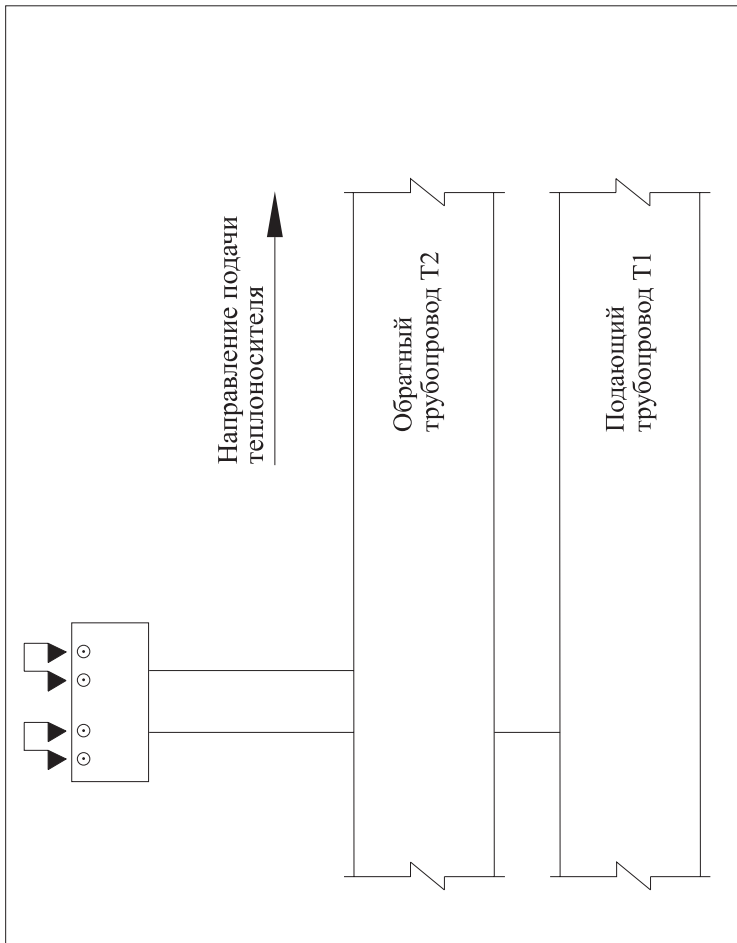
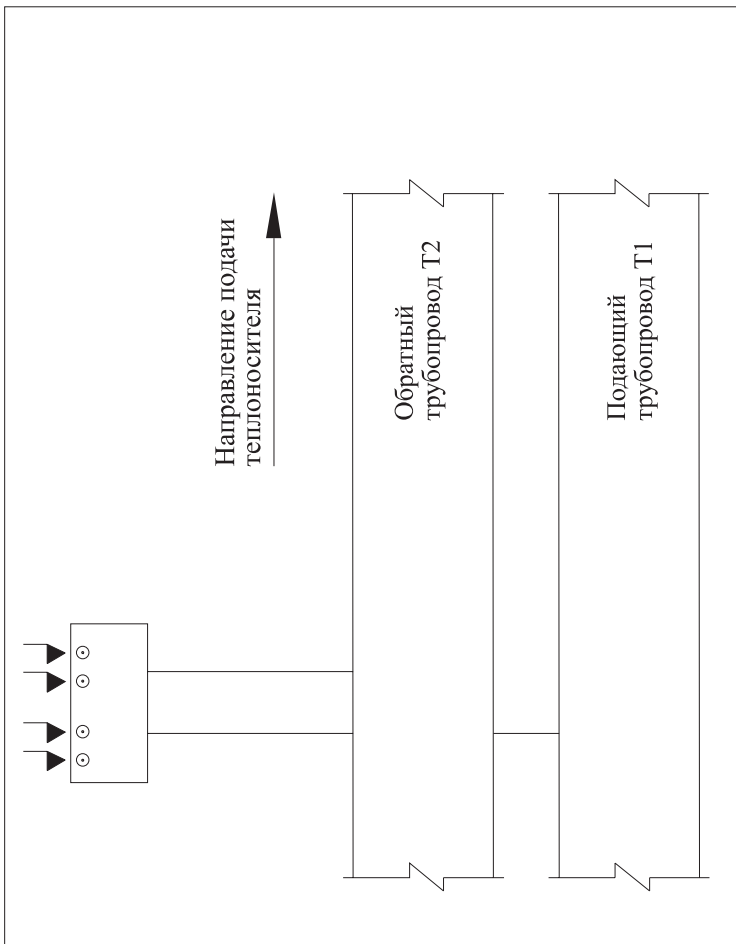

Рис. 2 «Соединение одной двухтрубной системы ОДК»
Рис. 3 «Разъединение/закольцовка одной двухтрубной» системы ОДК»
- 2.1. Соединение одной двухтрубной системы ОДК в промежуточной точке контроля – **Рис. 2, 4.**
- 2.2. Разъединение/закольцовка одной двухтрубной системы ОДК в промежуточной точке контроля – **Рис. 3, 5.**
| | | | на принципиальной схеме (Рис. 2) | на электрической схеме (Рис. 3, 4) |